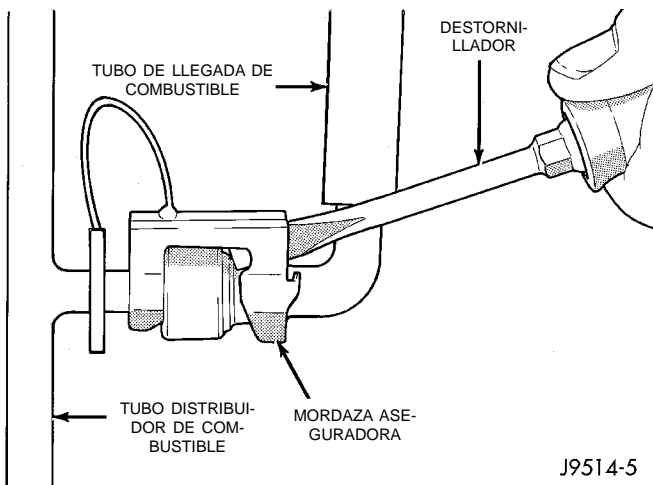

Fig. 19 Extracción de la mordaza aseguradora—Característico
- (1) Desconecte el cable negativo de la batería.
(2) Realice el procedimiento de descarga de presión de combustible. Consulte el Procedimiento de descarga de presión del sistema de combustible en esta sección.
(3) Antes de desmontar, limpie cualquier materia extraña de la conexión.
(4) Haga presión en la mordaza aseguradora con un destornillador (Fig. 19).